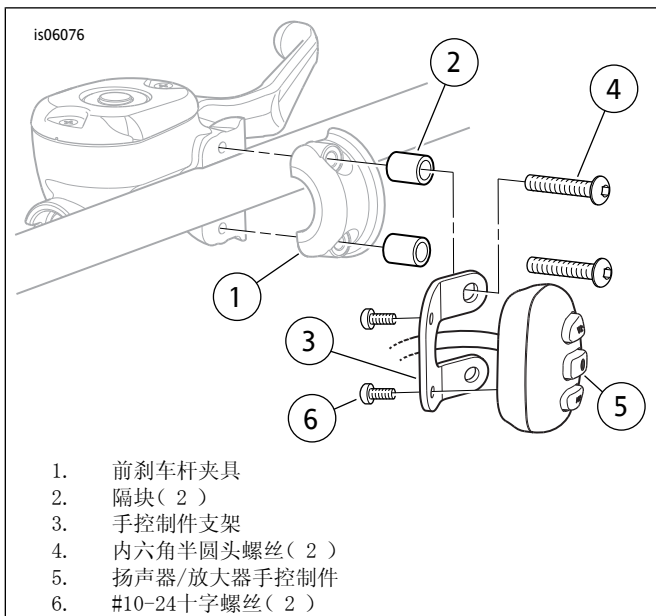

图2。安装手控制件和支架
1. 参见图2。从车辆上拆下前刹车杆夹紧螺丝。拆下夹具 (1) 并保留。可丢弃螺丝。
2. 从套件中取出手控制件支架 (3)、两个隔块 (2)、两个螺丝 (6) 以及：
- 对于2004年款及之后的XL运动者车型：两个螺丝 (4)。
- 对于所有其他车型：两个螺丝 (4)。
3. 按照所示的方式将手控制件 (5) 线束穿过手控制件支架 (3) 中央。